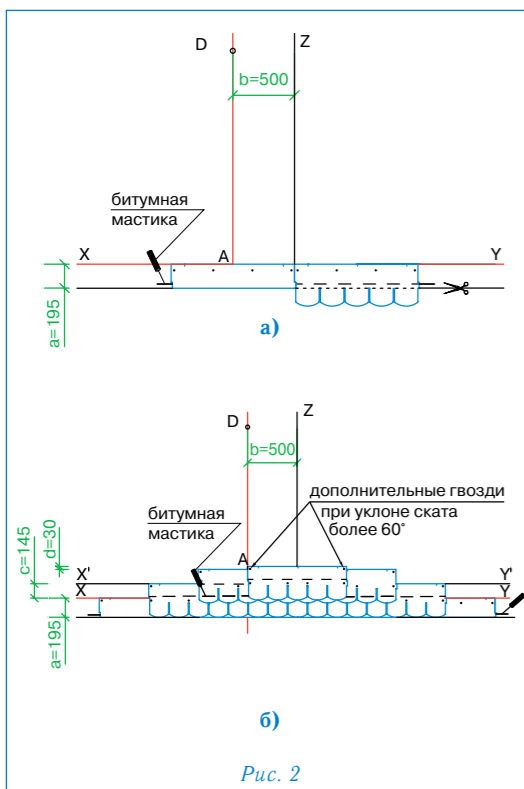

Рис. 2
### Укладка материала (рис. 2)
- Начальный ряд формируется из листов черепицы АНТИК ПРАГА обрезанных по линии, образованной конечными точками вырезов. Полученные таким образом полосы шириной 19,5 см укладываются по линии карниза в обе стороны от линии Z (рис. 2а) и фиксируются по нижнему краю битумной мастикой, а по верхней кромке 4 гвоздями (ось гвоздей на 5 см ниже верхнего края полосы);
- далее первый ряд черепицы укладывается от линии AD (рис. 2б);
- второй ряд укладывается от линии Z (со смещением 50 см от AD) (рис. 2б);
Каждый лист черепицы АНТИК ПРАГА крепится 4 гвоздями (ось гвоздей на линии битумных клеевых полос) таким образом, чтобы гвоздь прошивал и верхний край нижележащего листа черепицы (рис. 2б). При укладке черепицы на скатах при уклоне